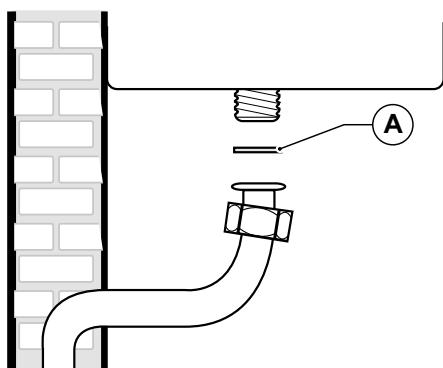

Fig. 21 Racordare la rețeaua de gaz
Pentru a conecta racordul de gaz al centralei termice la țevile de alimentare, este OBLIGATORIU să interpuneți o garnitură de etanșare (A) de mărime și din material adecvat (vezi Fig. 21 Racordare la rețeaua de gaz).